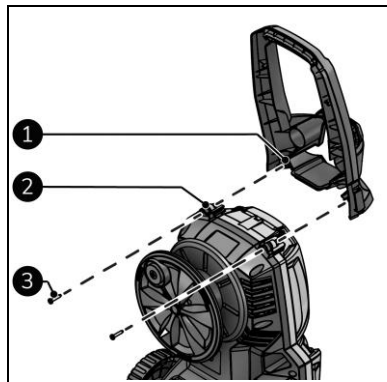

Abbildung 8
1. Befestigen Sie den Griff (Abbildung 8, Pos. 1) am Hauptkörper (Abbildung 8, Pos. 2) mit beiden ST4.8x20 Schrauben (Abbildung 8, Pos. 3).